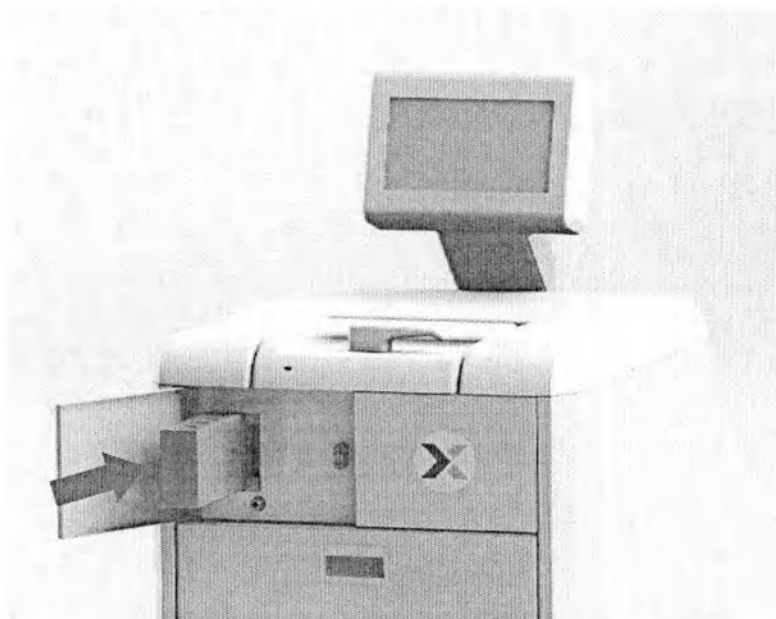
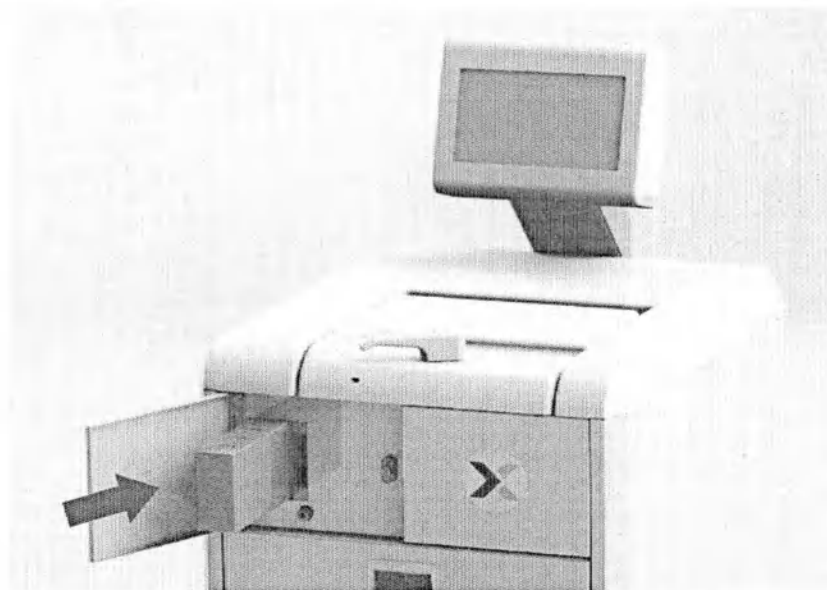

Рисунок 5.1 – Установка угольного фильтра
Рисунок 5.2 – Установка угольного фильтра
3. Вставьте фильтр в отсек (Рисунок 5.1 и Рисунок 5.2);